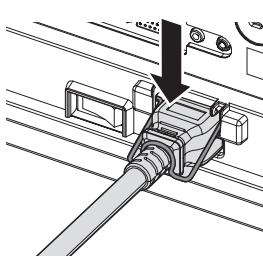

Fig. 4
- Tenere premuto il supporto del cavo di alimentazione finché non scatta sul cavo di alimentazione per fissare quest'ultimo. (Fig. 4)